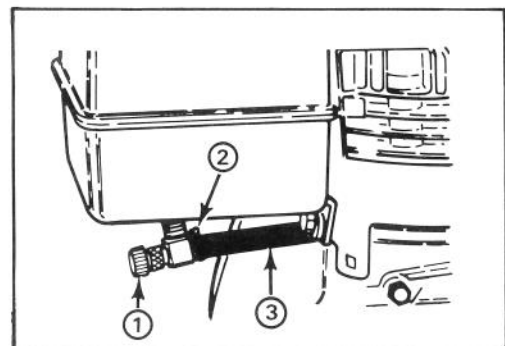

Abbildung 18
1. Den sich unter dem Motor befindenden Absperrhahn schließen (Abb. 18).
3. Die Schlauchklemmen lösen und die Kraftstoffleitung vom Hahn entfernen (Abb. 18).